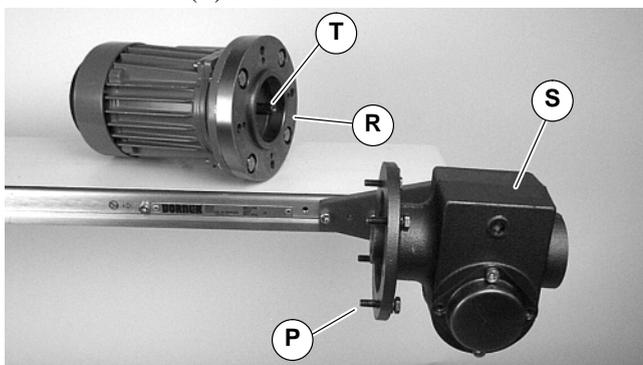

Abbildung 20
3. Vier (4) Schrauben (P auf Abbildung 20) entfernen. Motor mit Adapterflansch (R) vom Untersetzungsgetriebe (S) abheben. Paßfeder der Motorwelle (T) an Ort und Stelle belassen.